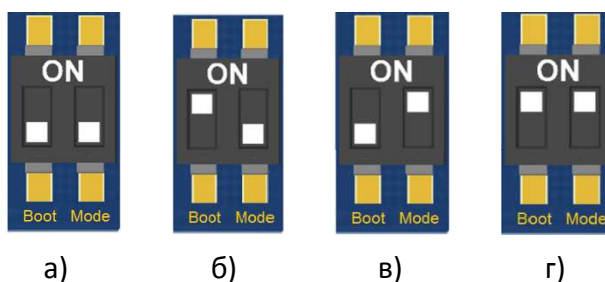

Рисунок 35. Переключатель SA1:
- 2.2. В течение **15 секунд установить тумблер Mode переключателя SA1 в положение BOOT (ON)** (см. рисунок 35 (в)), в противном случае ККТ выйдет из режима программирования, на дисплее отобразится индикация заряда АКБ.
4. Частично демонтировать корпус ККТ согласно разделу «Компоновочная схема», получить доступ к блоку управления, в частности, к переключателю **SA1** (см. рисунок 35).
7. Переставить тумблер **Mode** переключателя **SA1** в положение **BOOT (ON)** (см. рисунок 35).
10. После этого необходимо установить тумблер **Mode** переключателя **SA1** блока управления в положение **NORM** (см. рисунок 35), выключить изделие.